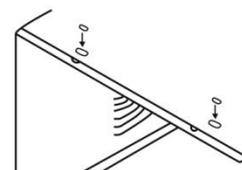

Fig.6
9. Coloque dos insertos de espuma en los orificios en la parte superior del gabinete donde se retiraron los tornillos de transporte (ver Fig. 6).
1. Fije la junta de espuma al ángulo superior encima de los orificios según se muestra en la Fig. 6.